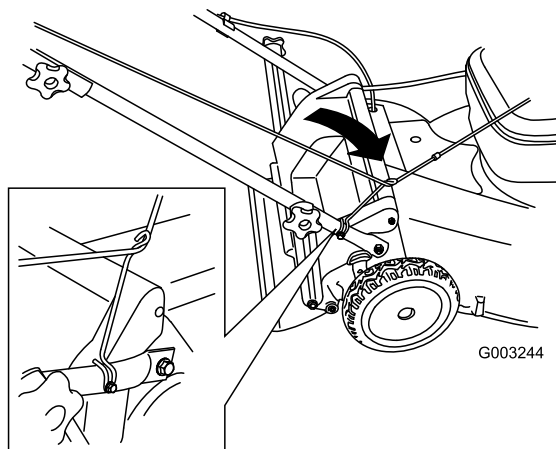

Figura 25
3. Pase la cuerda del arrancador alrededor de la guía de cuerda inferior (Figura 25).